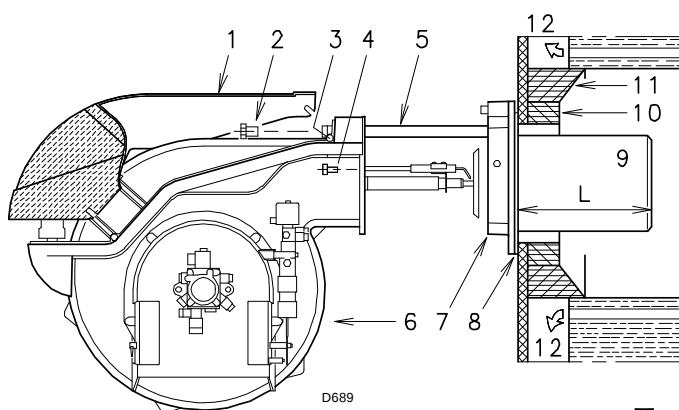

图 7
5.4 燃烧筒长度 (图 7)
对于有前水冷壁的锅炉炉衬 10)-11) (图 7) 可以省略, 除非锅炉厂商特别要求。
一旦进行上述操作 (若必要), 固定法兰 7) (图 7) 到锅炉法兰上, 两者间插入随附的密封垫 8)。